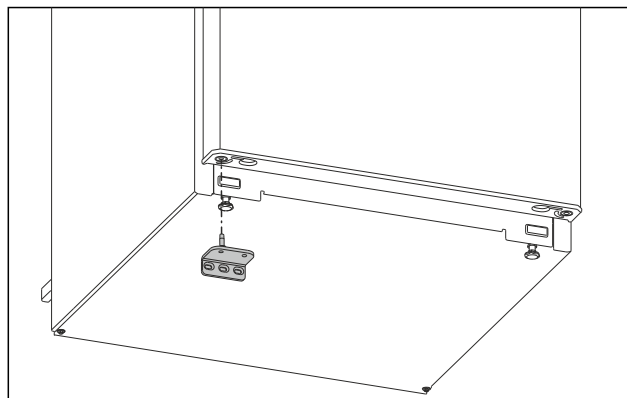

Fig. 16
- Inserire il blocco inferiore di supporto sul lato opposto. (vedere Fig. 16)